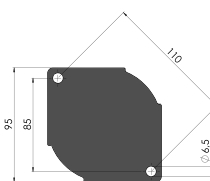

Figure 01
- Sur une surface plane, marquer l'emplacement des deux trous sur le mur et percer les trous pour les chevilles. (voir les distances des trous dans la figure 01)